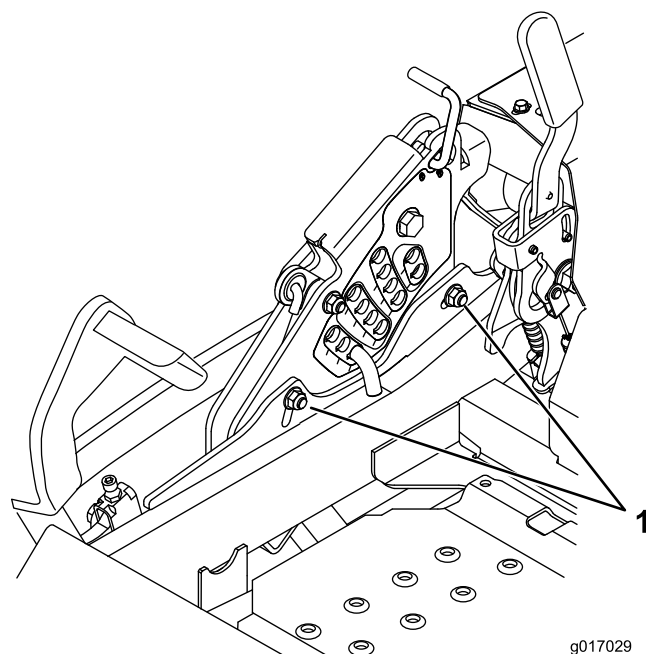

Figure 91
- Pour régler le système monopoint, desserrez les deux boulons au bas de la plaque de hauteur de coupe. Reportez-vous à Figure 91.
- Serrez les deux boulons au bas de la plaque de hauteur de coupe (Figure 91). Serrez à un couple de 37 à 45 Nm (27 à 33 pi-lb).